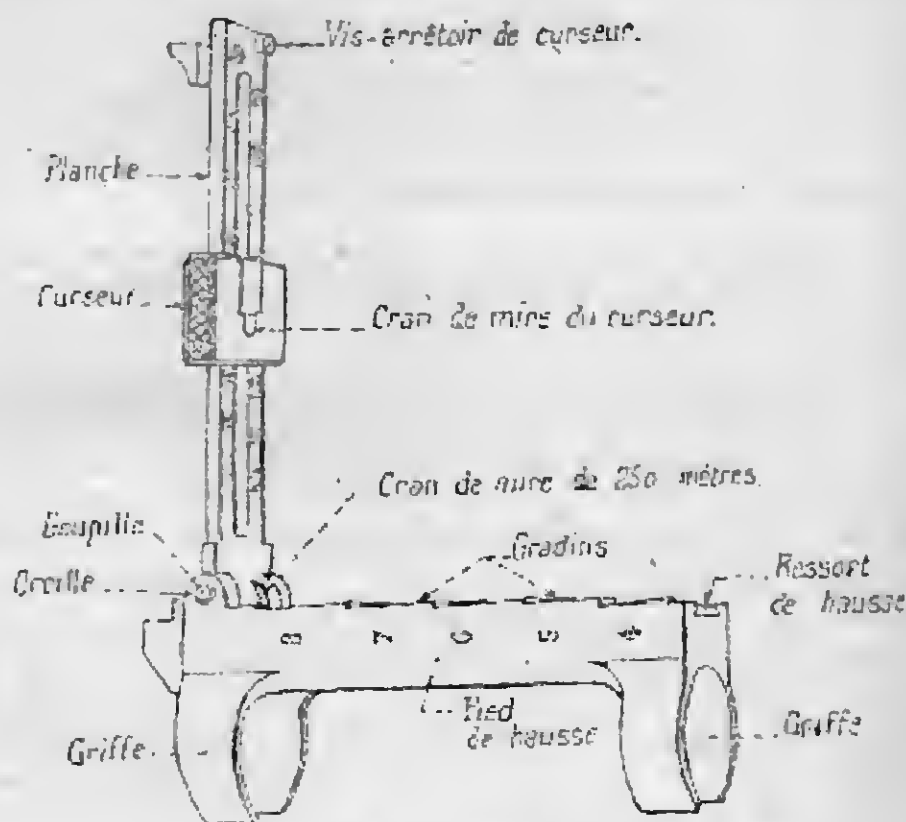

Fig. 3. — Hausse.
(1) Mesure prise sur le plein des rayures.
(2) On appelle *sens des rayures* dans une arme, la direction que prend la rayure supérieure quand on regarde par le tonnerre ou par la bouche. Le fusil 1916 est rayé à gauche, c'est-à-dire que la rayure supérieure est orientée vers la gauche, quand on regarde l'âme comme il vient d'être dit.
(3) Sur le tonnerre on remarque : à la partie antérieure et inférieure, le *pan pour l'enclassement* (visage du canon dans la boîte de culasse), à la partie postérieure et supérieure, le *trait de repère* correspondant à celui de la boîte de culasse (limite de visage du canon).
6. La hausse (fig. 3) comprend huit pièces :